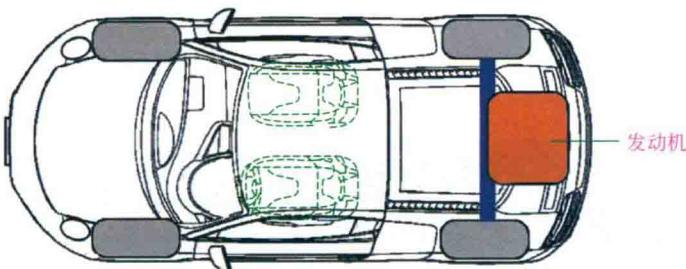

图 1.1-10 后置后驱
(4) 后置后驱 即发动机后置、后轮驱动，如图 1.1-10 所示。